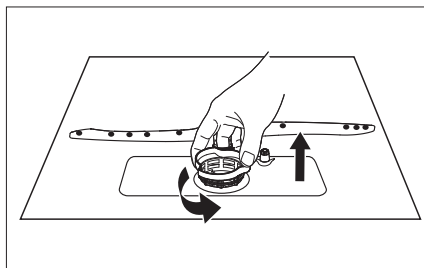

Fig. 19
- ▶ Gire el filtro grueso (a) en sentido antihorario y extráigalo del filtro principal (véase **fig. 19**).